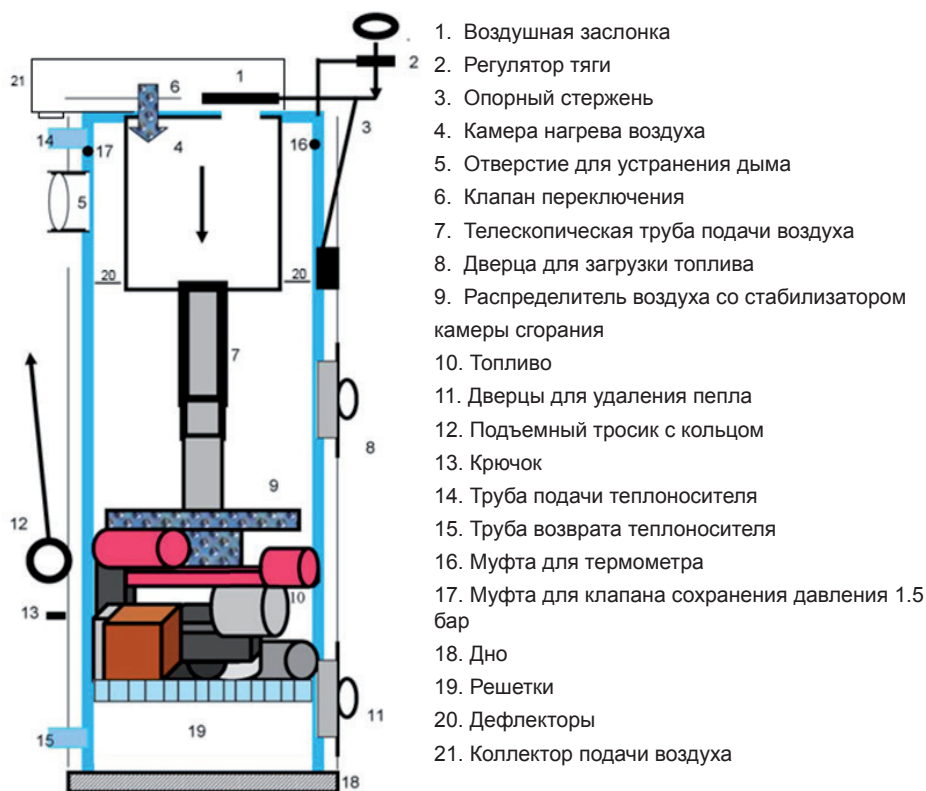
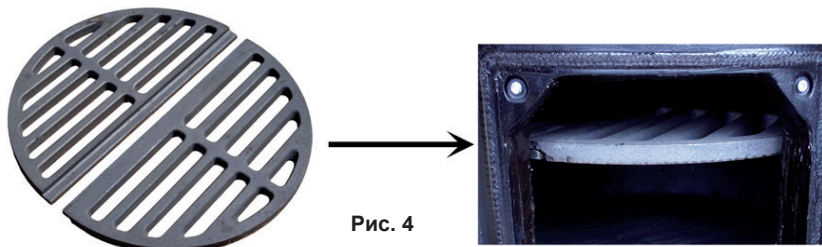
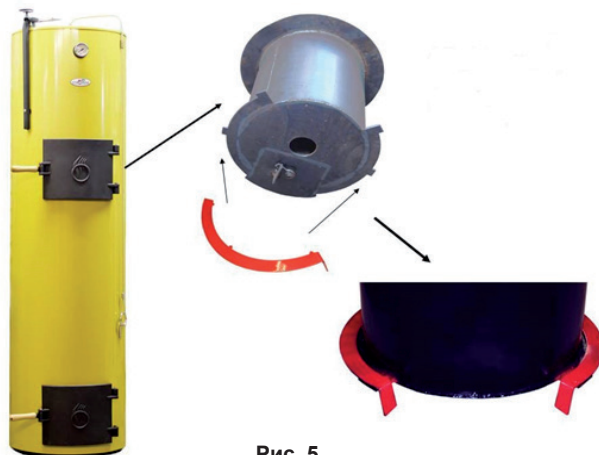

Рис. 1
Рис. 4
Рис. 5
2.1. ОПИСАНИЕ КОНСТРУКЦИИ КОТЛА (Рис. 1)
На самую маленькую часть телескопической трубы подачи воздуха (7) (Рис. 1) насаживается стабилизатор камеры сгорания (Рис. 3), который в новых котлах – цельный. Мы также производим и восстановленные стабилизаторы из двух частей. Если на телескопической трубе подачи воздуха (7) (Рис. 1) есть три отверстия, то стабилизатор фиксируется в третьем отверстии с помощью штыря, а если отверстие лишь одно – необходимо дополнительно сделать еще одно отверстие над существующим отверстием на расстоянии в 55 мм. Прикрепив стабилизатор, прикрепляется распределитель воздуха (Рис. 3).
При сжигании очень сухих и мелких дров, гранул, древесных брикетов и угля, распределитель крепится на центральном отверстии, чтобы расстояние между концом трубы подачи воздуха (7) (Рис. 1) и распределителем уменьшилось до 5-7 мм.
3.3. РЕШЕТКИ (Рис. 4)
Используйте решетки (19) (Рис. 1); (Рис. 4) при топке гранулами, углем, торфом или брикетами из древесных опилок. Решетки необходимо повесить на крючки, расположенные в нижней части котла, открыв нижнюю дверцу (11) (Рис. 1). Решетки (19) (Рис. 1); (Рис. 4) найдете в комплектации, открыв нижние дверцы для удаления пепла (11) (Рис. 1). Эта деталь подвешивается в котле „U“ для того, чтобы дополнительный воздух попал через воздушный канал в нижней части котла, который необходим при топке котла углем или торфяными брикетами. В котле „BIO“ решетки подвешиваются для того, чтобы образовавшийся уголь полностью сгорел. Поместите решетки (19) (Рис. 1); (Рис. 4) на дно универсального и „BIO“ котла при топке древесиной. Данная деталь комплектуется при покупке универсального и „BIO“ твердотопливного котла „Stropuva“. Для замены решетки изготавливаются из двух частей.
3.4. ДЕФЛЕКТОРЫ (Рис. 5)
Дефлекторы (полумесяцы) 2 шт.(Рис. 5) предназначены для повышения экономичности котла. Установив котел рекомендуем поместить дефлекторы (20) (Рис. 1) через верхние дверцы для загрузки топлива (8) (Рис. 1) на внутренний бочок воздушного подогревателя, на его нижнюю часть.
Если в котле слишком сильная тяга, запустите дополнительный воздух из котельной, используя клапан (зажим дымохода) (Рис. 6), который находится на отверстии для устранения дыма (5) (Рис. 1). Для того, чтобы уменьшить тягу и вибрацию, необходимо открыть отверстие дымохода. Для увеличения тяги – закройте отверстие с помощью зажима дымохода (Рис. 6).
Клапан предназначен для защиты твердотопливных котлов от перегрева. Когда давление воды достигает опасного уровня, клапан открывается, в результате чего, горячая вода сливается в канализацию, и в то же время, когда давление в системе падает, отопительная система заполняется холодной водопроводной водой с помощью автоматического пополнения. Клапан должен быть установлен в верхней части котла (17) (Рис. 1) возле дымохода (смотреть пункты 6.2; 6.3; 6.4 в схеме подключения Нр. 23). Холодная водопроводная вода подсоединяется к автоматическому пополнению системы, которое устанавливается на линии возврата теплоносителя отопительной системы вблизи котла.